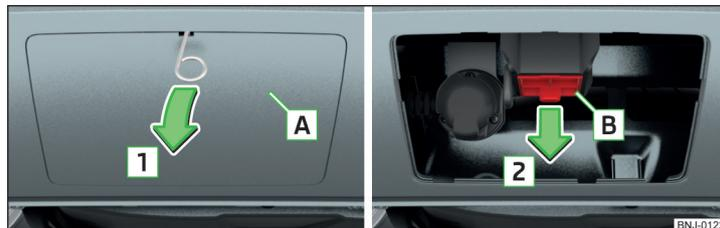

Fig. 154 Retirar la tapa: en el parachoques trasero / para la cavidad de alojamiento
- Retire la caperuza **A** » fig. 154 en la dirección de la flecha **1** con ayuda del estribo correspondiente a la herramienta a bordo para retirar los tapacubos » pág. 175.
Conserve en un lugar apropiado del maletero la tapas **[A]** y **[B]** » fig. 154 dentro del maletero después de extraerlas.
- > Coloque la caperuza **B** » fig. 154 de la pág. 135 en sentido contrario de la flecha **Z**.
- > Coloque la caperuza protectora **A** » fig. 154 de la pág. 135 por los "ganchitos" situados en el área inferior del parachoques.